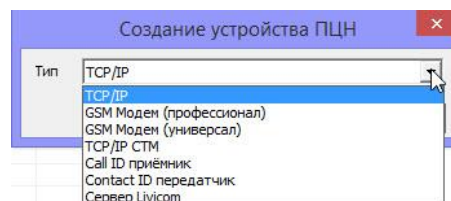

Рисунок 6.3 — Создание карточки устройства
- 3) В открывшемся окне *Создание устройства ПЦН* выберите тип создаваемого устройства и нажмите кнопку *ОК* (см. рисунок 6.3). В результате будет создана карточка устройства.